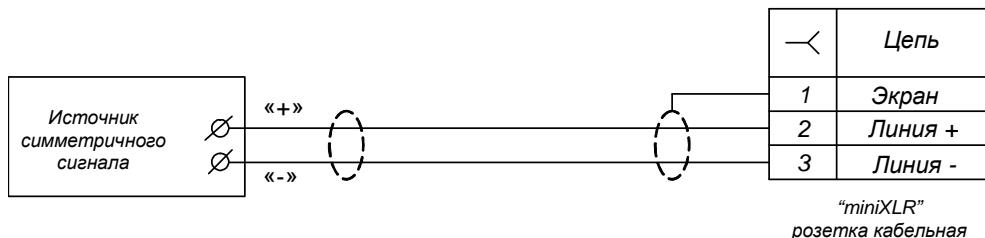

Рис. 7.1. Схема подключения источника симметричного сигнала.
7.6. Подвести сигнал звуковой программы к передатчику. НЧ сигналы левого и правого стереоканалов (или монофонического сигнала) рекомендуется подводить по симметричному экранированному кабелю от источника симметричного сигнала (симметрирующего трансформатора), для чего к кабелю со стороны передатчика распаять разъемы типа «miniXLR» из комплекта поставки в соответствии со схемой рис. 7.1 и подключить их к разъемам «ВХ. А» и «ВХ. Б» на задней панели передатчика. В случае подачи программы в цифровом формате AES3 разъем распайивается аналогично и подключается ко входу «AES3» на задней панели.